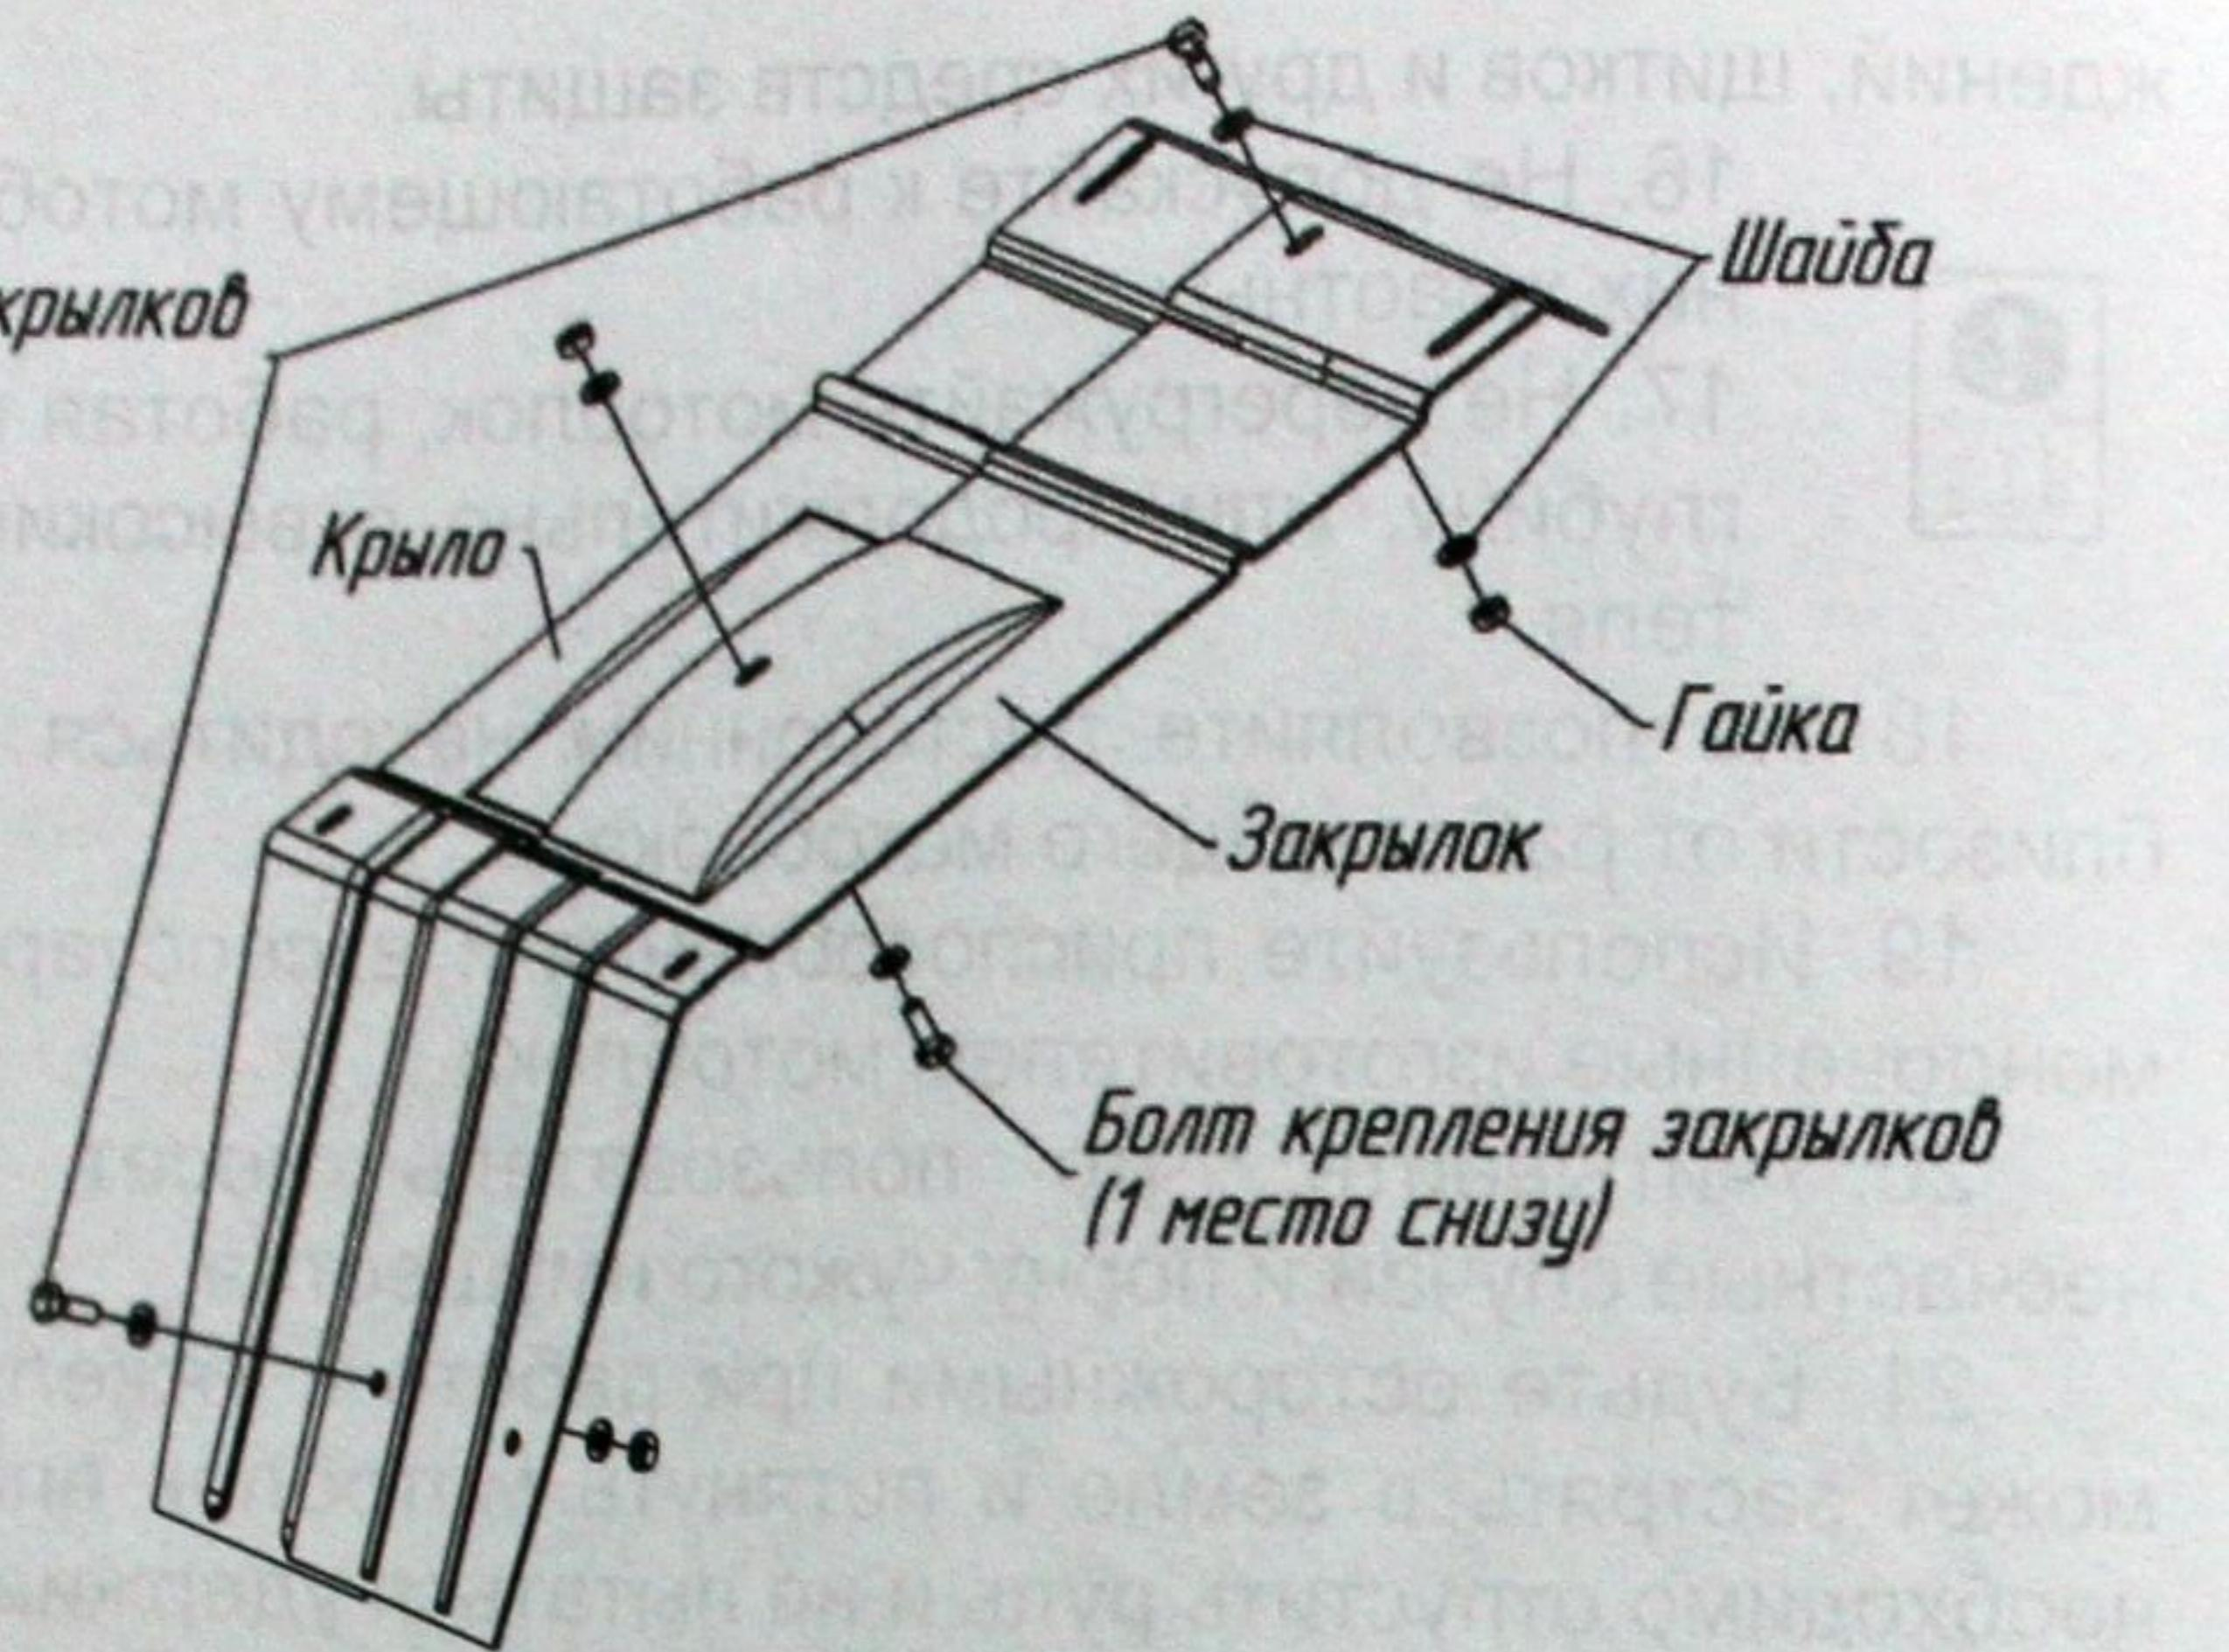

Рис.3. Схема крепления закрылок (дополнительных крыльев)
26. При фрезеровании защитные устройства и щитки должны быть установлены на соответствующие места и надежно закреплены с помощью исправного стандартного инструмента (рис.3).